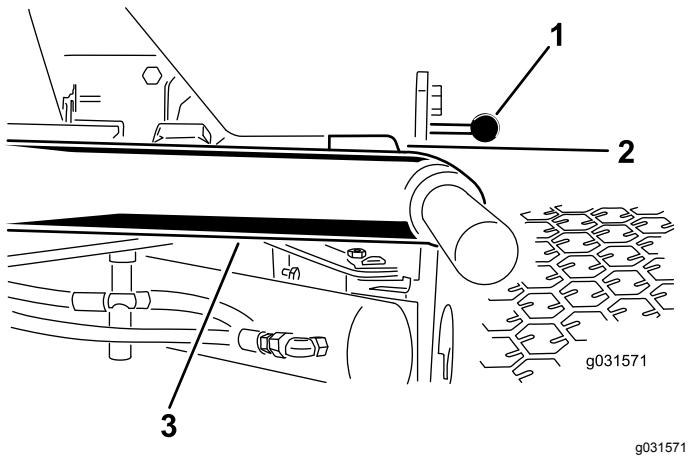

Figura 11
- Ligue o motor, eleve as unidades de corte e certifique-se de que a folga entre cada braço de elevação e o suporte da placa do chão é de 5 a 8 mm, conforme se mostra na Figura 11.